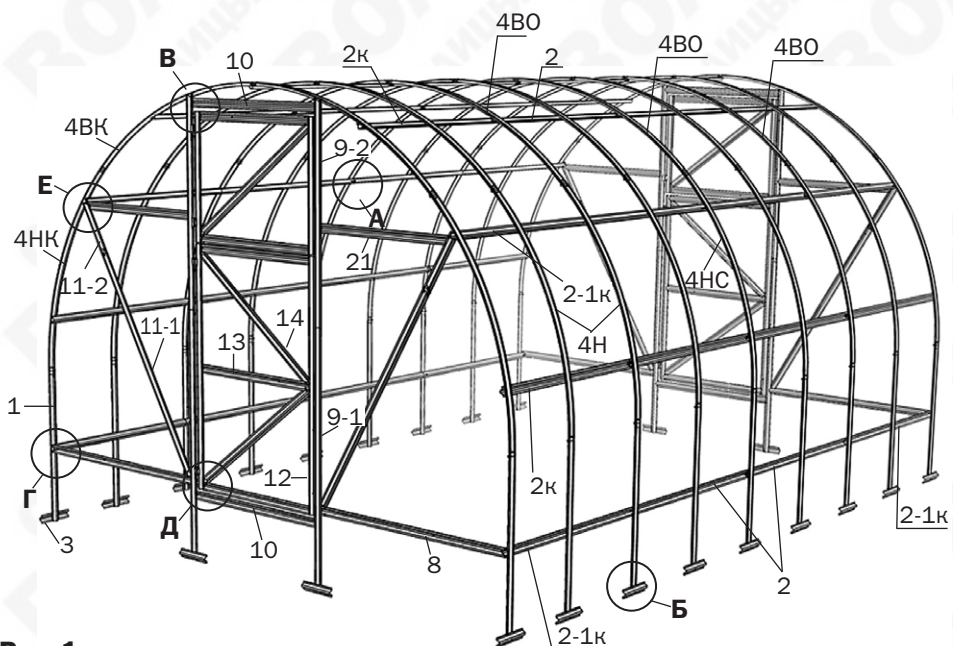

Рис. 1
1. Общий вид каркаса представлен на **рис.1**. Детали устанавливаются так, чтобы боковые полки профиля были обращены к покрытию. Каркас состоит из пронумерованных элементов, часть которых выполнена сборными из нескольких деталей, имеющих одинаковый номер, но отличающихся индексами.